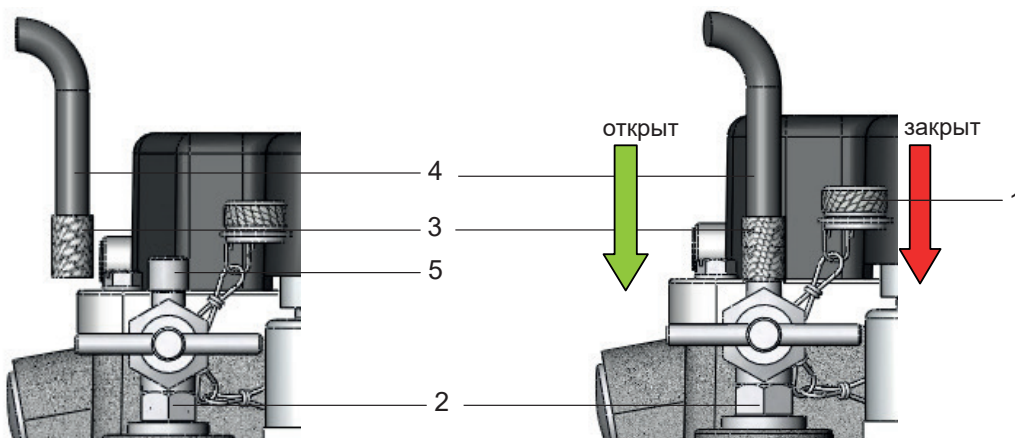

Рис. 11 - Проверка с помощью контрольного насоса
- Отвинтить малую глухую гайку (рис. 11/ № 1) с клапана для выпуска воздуха (рис. 11/ № 2)
- Навинтить адаптер (рис. 11/ № 3) соединительного шланга контрольного насоса (рис. 11/ № 4) на патрубок клапана (рис. 11/ № 5)
Последовательность выполнения (см. рис. 11):